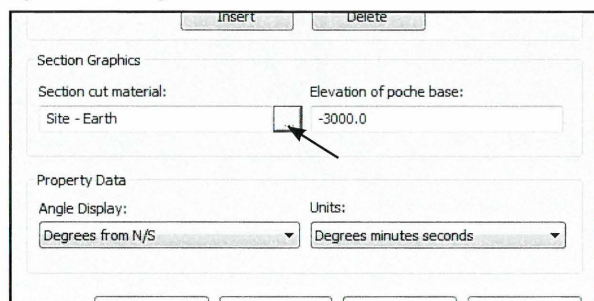

Fig. 10.87. Skift materiale.
- Klik på knappen ud for *Site Earth* (Fig. 10.87) og skift materialet på samme måde som beskrevet ovenfor.